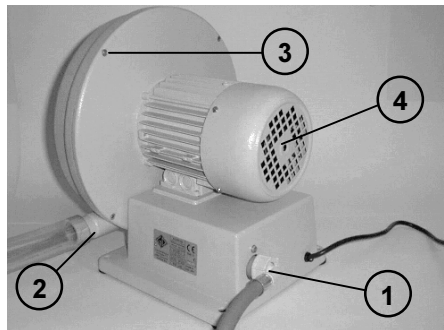
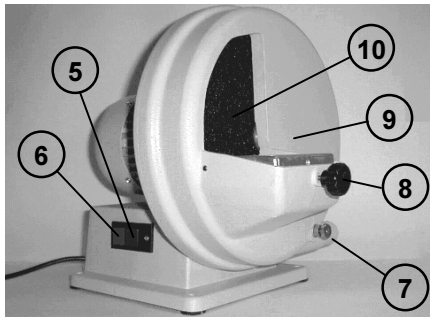

Abb. 1
Abb. 2
- a) Schlauch zum Wasseranschluß auf den Gewindestutzen (1 in Abb. 1) an der Geräterückseite stecken - nur Modell TRIM-1
- b) Schlauch zum Restwasserablaß auf den entsprechenden Anschluß (2 in Abb. 1) stecken - nur Modell TRIM-1 - und das andere Schlauchende in eine Abscheidewanne einführen oder das
- c) Absaugsystem (Gebrauchsempfehlung AIR-BOX DE GIORGI) auf den entsprechenden Anschluß (2 in Abb. 1) stecken - nur Modell TRIM ECO DISK
Zum Einschalten des Geräts die Taste "I" (5 in Abb. 2) betätigen.
Nach dem Gebrauch muß das Gerät durch Taste "O" (6 in Abb. 2) auf OFF gestellt werden.
Das Gerät ist zum Einsatz in zahntechnischen Labors konzipiert. Die zur Aufnahme des Werkstücks vorgesehene Platte (9 in Abb. 2) lässt sich über drei Bohrungen durch den Feststellknopf (8 in Abb. 2) in drei Bearbeitungswinkel schwenken ($90^\circ \pm 10^\circ$).
- Beim Betrieb des Gerätemodells TRIM ECO DISK muß der Schleifstaub durch die Absauganlage am Anschluß (2 in Abb. 1) entsorgt werden. Der Hersteller empfiehlt das Absaugsystem AIR-BOX DE GIORGI.
- a) Starttaste (5 in Abb. 2)
- b) Stopptaste (6 in Abb. 2)
Beim Einschalten des Geräts wird die Wasserzufuhr vom Anschluß (1 in Abb. 1) betätigt. Die Regelung der Wassermenge erfolgt durch den vorderen Hahn (7 in Abb. 2) (nur Modell TRIM-1).
- d) die abgenutzte Schleifscheibe (10 in Abb. 2) herausziehen (ebenfalls die Rückseite der Schleifscheibe benutzen), die neue Scheibe einschieben, die vordere Schraube bei gekonterter Motorwelle festdrehen und dann die Schutzhaube wieder einbauen.